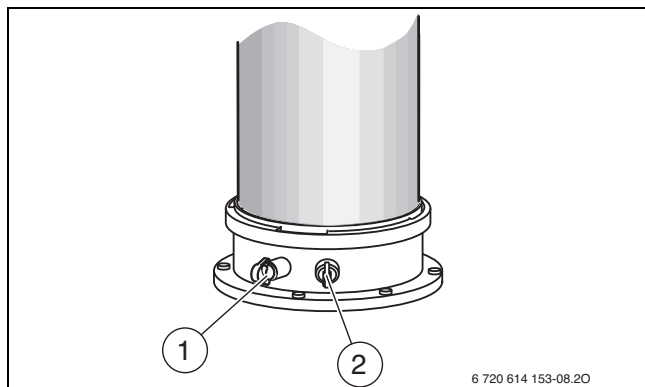

Fig. 42 Ponto de medição de gases queimados e ponto de medição do ar de combustão
- Remover tampão do ponto de medição de gases queimados [1] (→ fig. 42).